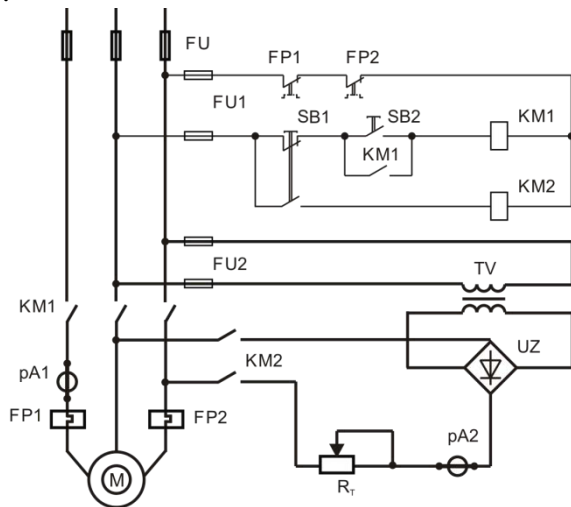

Рис. 4
4. Определить состав схемы (рис. 4), найти элементы схемы на щите. Составить таблицу замыканий контроллера. Собрать схему управления, проверить работу. Собрать